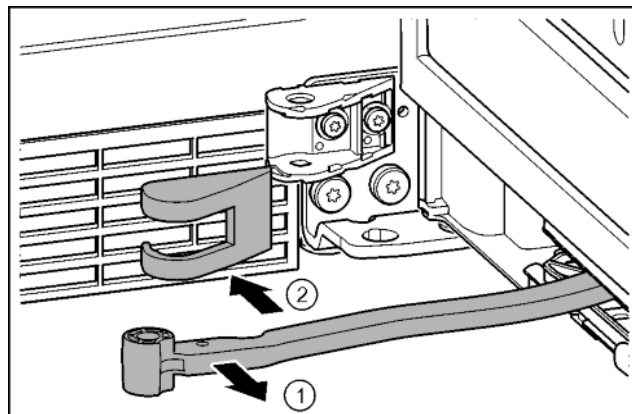

Fig. 17
- Повернуть шарнир в направлении двери. Fig. 17 (1)
- Снять крышку опорного кронштейна. Fig. 17 (2)